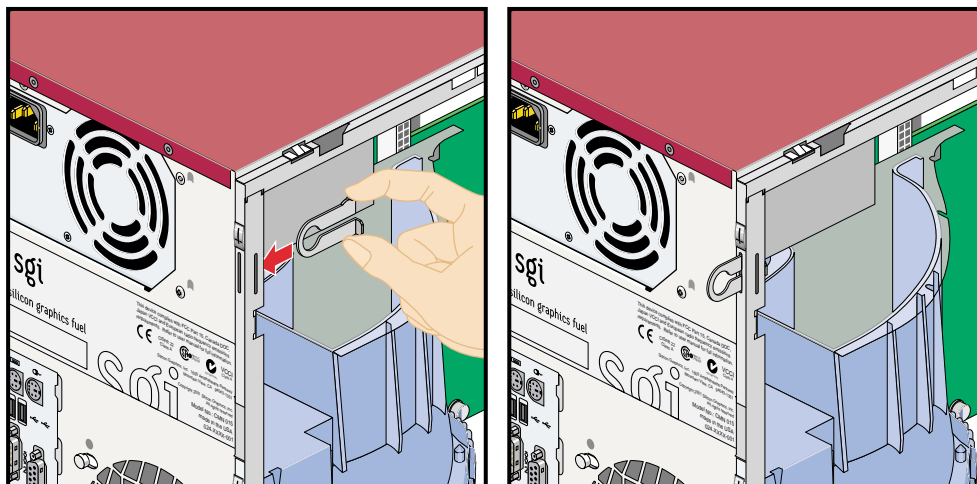

Abbildung 4-30 Installieren der Sicherungsöse
3. Stellen Sie fest, wo sich die Verschlussaussparung auf der Rückseite des Gehäuses befindet und stecken Sie dann das schmale Ende der Sicherungsöse vom Gehäuseinneren aus durch die Aussparung. Drücken Sie diese nach außen, bis sie einrastet. Siehe Abbildung 4-30.